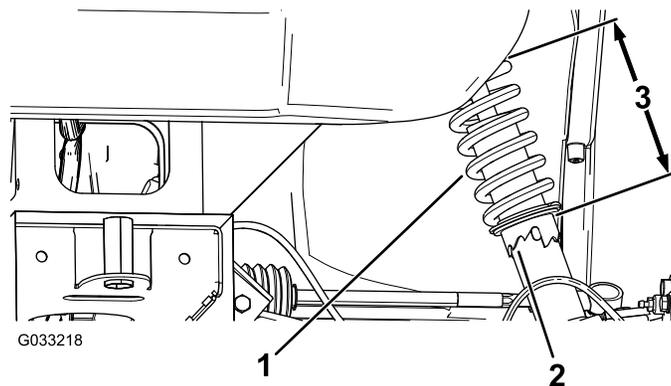

図 46
1. 特殊工具 TORO132-5069 を使って、ショックアブソーバのカラーを回転させてスプリングの長さを変更する (図 46)。